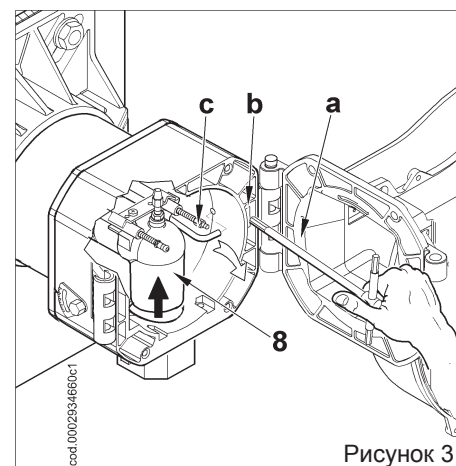

Рисунок 3
Убрав провода розжига и ионизации (3) с терминалов соответствующих электродов, полностью открутите гайку (4) и закрутите винт (5), продвигая его внутрь подводящего газового патрубка (8) на достаточную длину, чтобы обеспечить последующий демонтаж узла смесителя (см. рис. 3).